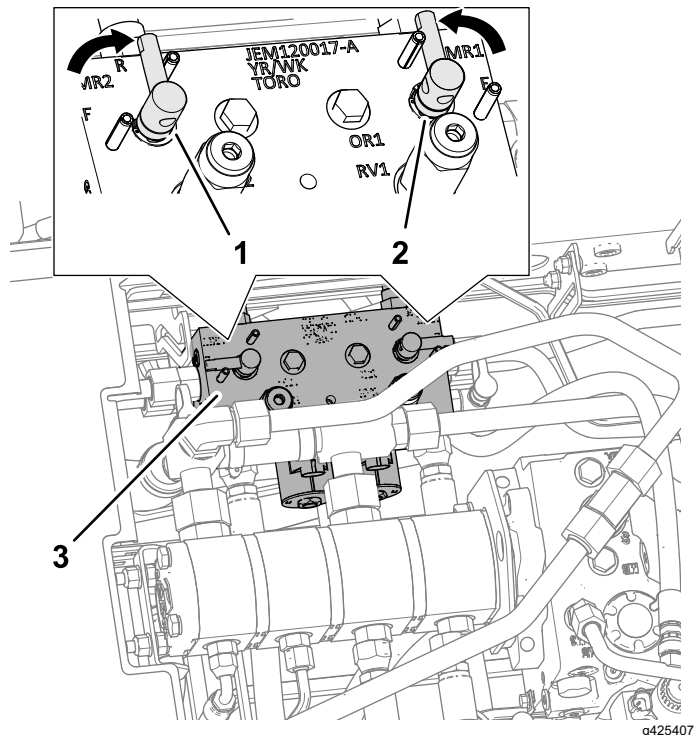

図 150
4. 運転席のラッチのロックを外して運転席を倒す刈り込みマニホールドが見える 図 150。
5. バックラップレバーをR逆転位置にセットする 図 150。